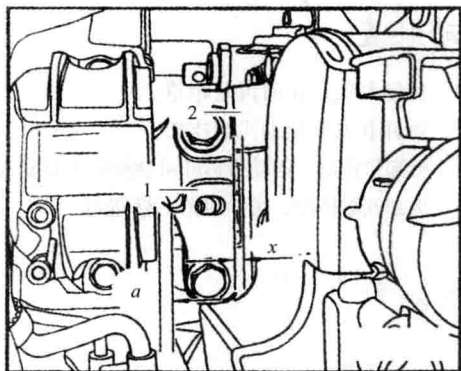

图 1-27 发动机支座的铸造边必须和支撑臂平行安装
- ① 发动机支座和右侧纵梁的间隔 a 大于 10mm。
② 如图 1-27 所示, 发动机支座的铸造边必须和支撑臂平行安装, 前后尺寸 x 必须一致。